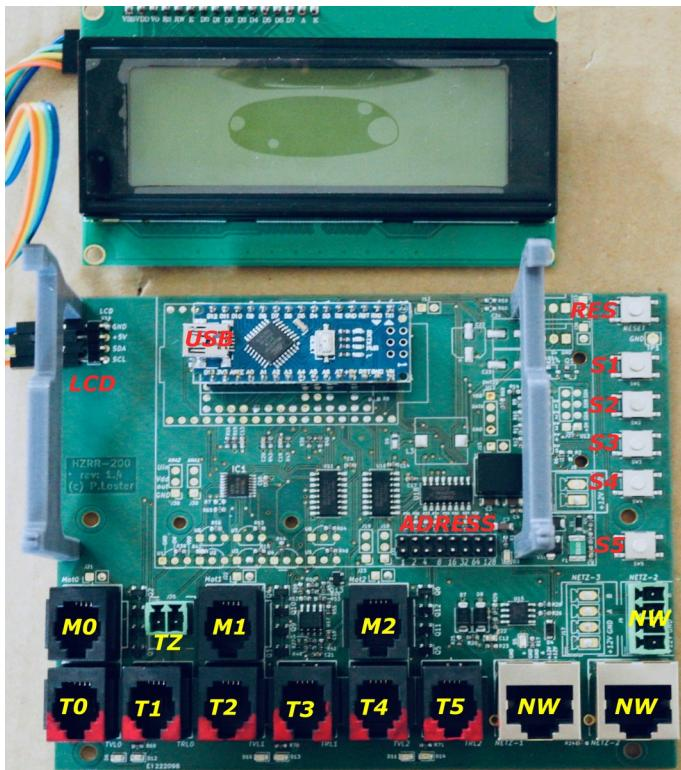

Bild 1: Anschlüsse, Schalter, Adresse
*Bild 1: Reglermodul oben Mitte (Prototyp); USB-Kabel oben links zum Programmieren; RS485-USB Adapter und 12V Anschluss oben rechts; USB-A-B Kabel f.RS485 Adapter unten links; zwei Stellmotoren unten Mitte und zwei Temperatursensoren unten rechts*